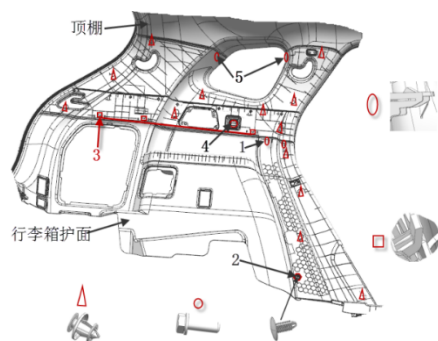

图 7-2-6-1 C 柱护板拆卸示意图
- (1) 首先松开 C 柱配合带的门框密封条；
- (2) 拆除后门门槛护板；
- (3) 如图 7-2-6-1，先用一字螺丝刀拆下位置 2 的一个叶子片卡扣，然后沿钣金配合处用双手往外掰，把塑料卡扣紧固点（4 个）从钣金分离即可拿下 C 柱下护板。
- (1) 先将 C 柱下护板拆除；
- (2) 揭开 C 柱上护板搁物帘堵盖，按照图 7-2-6-1 用 10# 套筒拧开 C 柱上护板孔中位置 4 的 1 个六角头螺栓（与钣金配合），然后把位置 5 两个插脚从顶棚压条对应的安装孔里面拆除，然后沿钣金配合处用双手往车内方向掰，把塑料卡扣紧固点（9 个）从钣金分离，拆除 C 柱中护板与行李箱护面之间位置 3 的 3 个安装卡角配合，即可拿下 C 柱上护板。